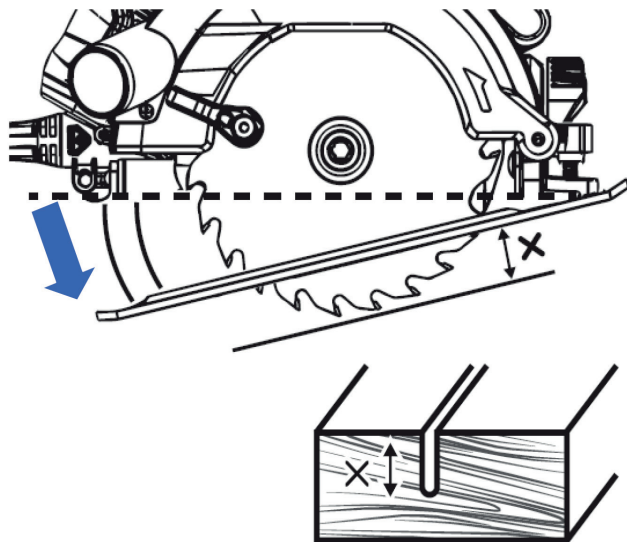

Рис. 7
- Передвижением опорной платформы вверх или вниз отрегулируйте необходимую глубину пропила X (рис. 7).